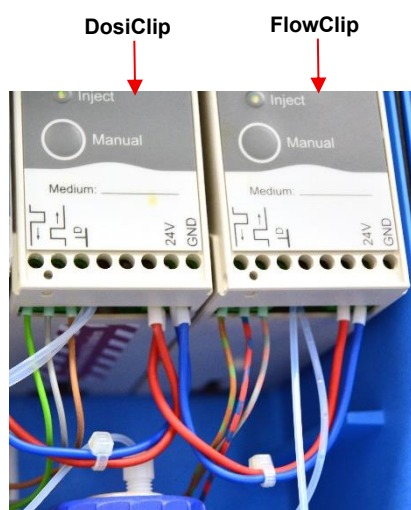

Figura 3
9. Conecte los dos cables rojos a la conexión del terminal +24 V (1) del DosiClip de la siguiente manera. Use la figura 3 como guía.
10. Proceda con el cable azul en la conexión de terminales GND (2) del DosiClip del mismo modo que se describe en el punto 9.